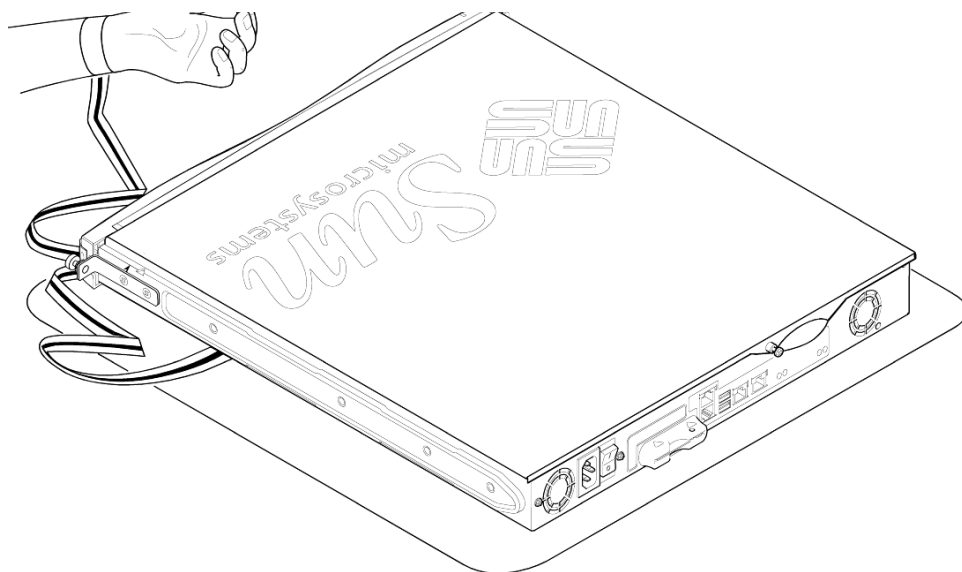

FIGURE 8-2 Utilisation du bracelet antistatique fourni avec le système
Attention – Le système comporte des pièces électroniques extrêmement sensibles à l'électricité statique. Ne touchez pas les parties métalliques. Placez le serveur sur un coussin ESD (voir la FIGURE 8-2). Utilisez le bracelet antistatique fourni avec le système et fixez-le à la base métallique du système avant de toucher les composants internes.
1. Placez l'unité sur une surface ESD et portez un bracelet antistatique (voir la FIGURE 8-2).
1. Placez l'unité sur une surface ESD et portez un bracelet antistatique (voir la FIGURE 8-2)
1. **Placez l'unité sur une surface ESD et portez un bracelet antistatique (voir la FIGURE 8-2).**